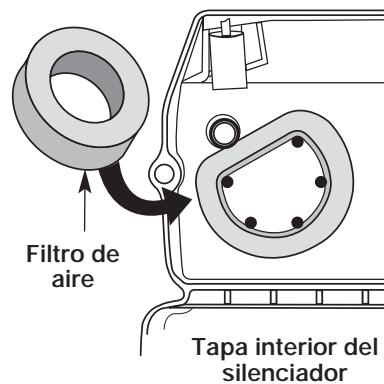

Fig. 37
2. Gire la tapa y ubique el filtro de aire adentro. Saque el filtro de aire de adentro de la tapa del filtro de aire / silenciador (Fig. 37)
6. Cambie el filtro de aire dentro de la tapa del filtro de aire / silenciador (Fig. 37).